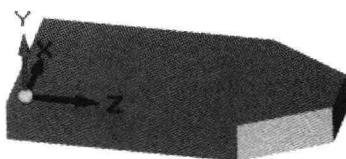
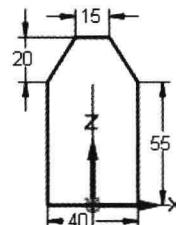

图 3.2 拉伸特征 1
图 3.3 截面草图
Step2. 创建图 3.2 所示的拉伸特征 1。在 实体 区域中单击 按钮，选取前视图 (XZ) 平面作为草图平面，绘制图 3.3 所示的截面草图，绘制完成后，单击 按钮；确认 按钮不被按下，在 距离：下拉列表中输入 10，并按 Enter 键，拉伸方向为 Y 轴正方向，在图形区空白区域单击；单击“拉伸”命令条中的 完成 按钮，单击 取消 按钮，完成拉伸特征 1 的创建。